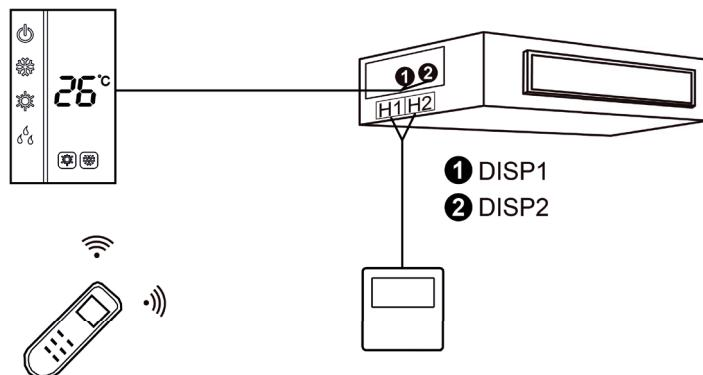

Fig. 5.4.3
3) Il Filocomando e il Pannello Display possono essere installati contemporaneamente. Se si utilizza il Telecomando, sia il Filocomando sia il Pannello Display possono ricevere i segnali, come mostrato in Fig. 5.4.3.